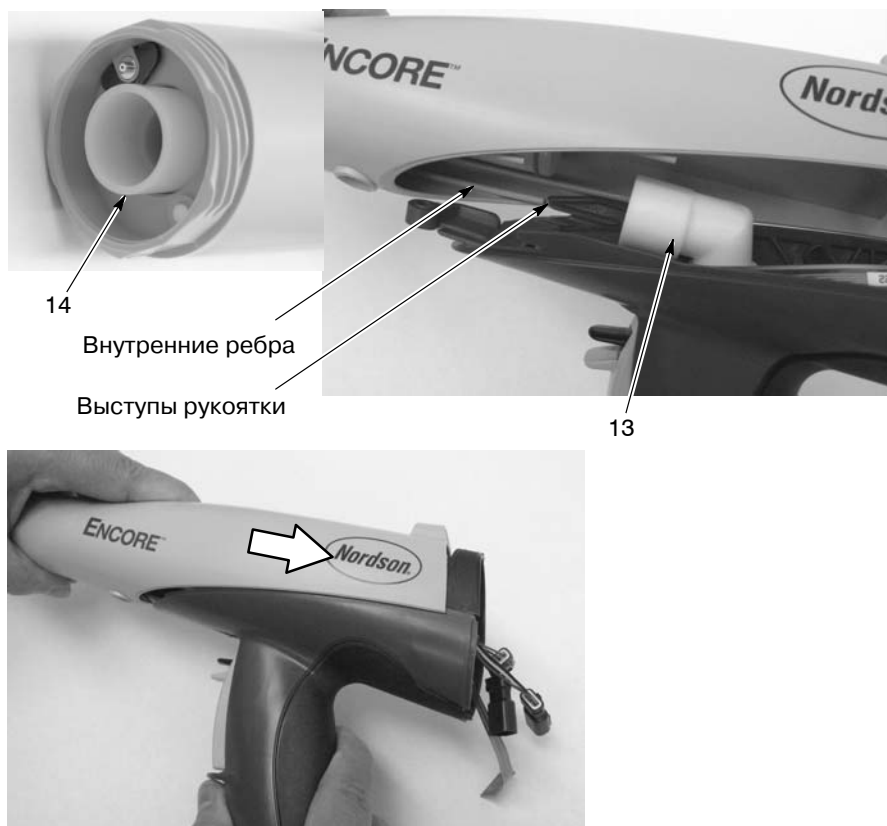

Рис. 5-14 Установка выпускной порошковой трубки
17. См. рис. 5-14. Проталкивать выпускную трубку (14) с установленными уплотнительными кольцами со стороны передней части корпуса распылителя, пока ее конец не установится вровень с концом корпуса распылителя.
18. Убедиться, что уплотнительные кольца стоят в канавке на впускной порошковой трубке. Надеть колено (13) на конец впускной трубки.